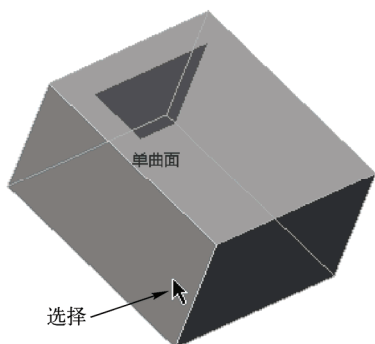

图 6-110 选择拔模面
STEP 03 打开“拔模”选项卡，在绘图区中选择拔模面，如图 6-110 所示。